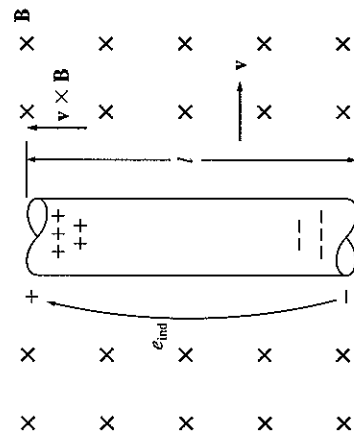

FIGURA 1-17
Há uma terceira forma importante pela qual um campo magnético interage com seu entorno. Se um condutor estiver orientado adequadamente e se deslocando dentro de um campo magnético, então uma tensão será induzida nele. Essa ideia é apresentada na Figura 1-17. A tensão induzida no condutor é dada por
**EXEMPLO 1-8** A Figura 1-17 mostra um condutor deslocando-se com uma velocidade de 5,0 m/s para a direita, na presença de um campo magnético. A densidade de fluxo é 0,5 T para dentro da página e o condutor tem 1,0 m de comprimento, orientado como está mostrado. Quais são o valor e a polaridade da tensão induzida resultante?